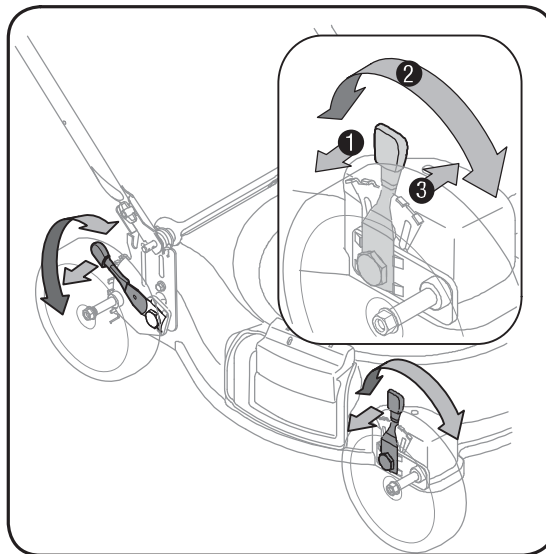

Figure 3-5
- Un levier de réglage se trouve sur chacune des roues et permet de modifier la hauteur de coupe de la tondeuse. Pour changer la hauteur de coupe, poussez le levier de réglage des roues vers la roue et déplacez-le vers le haut ou le bas à la hauteur choisie. Voir la Figure 3-5.